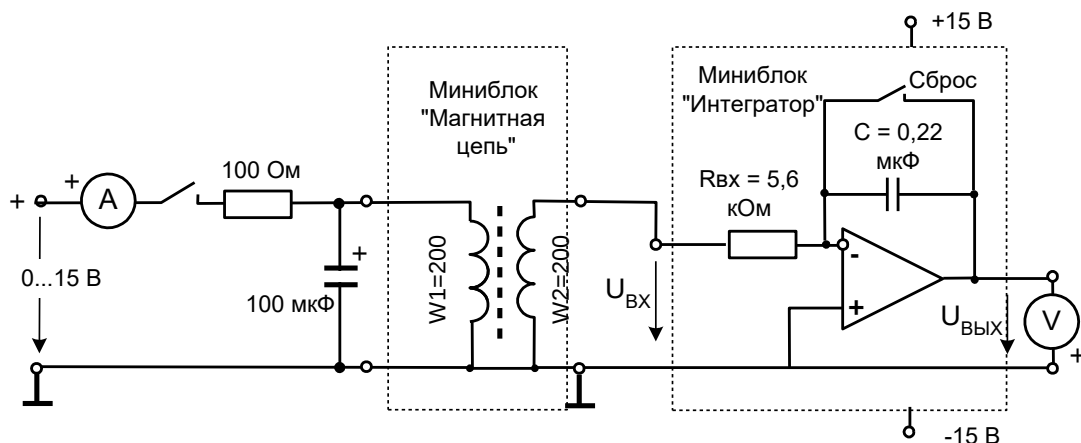
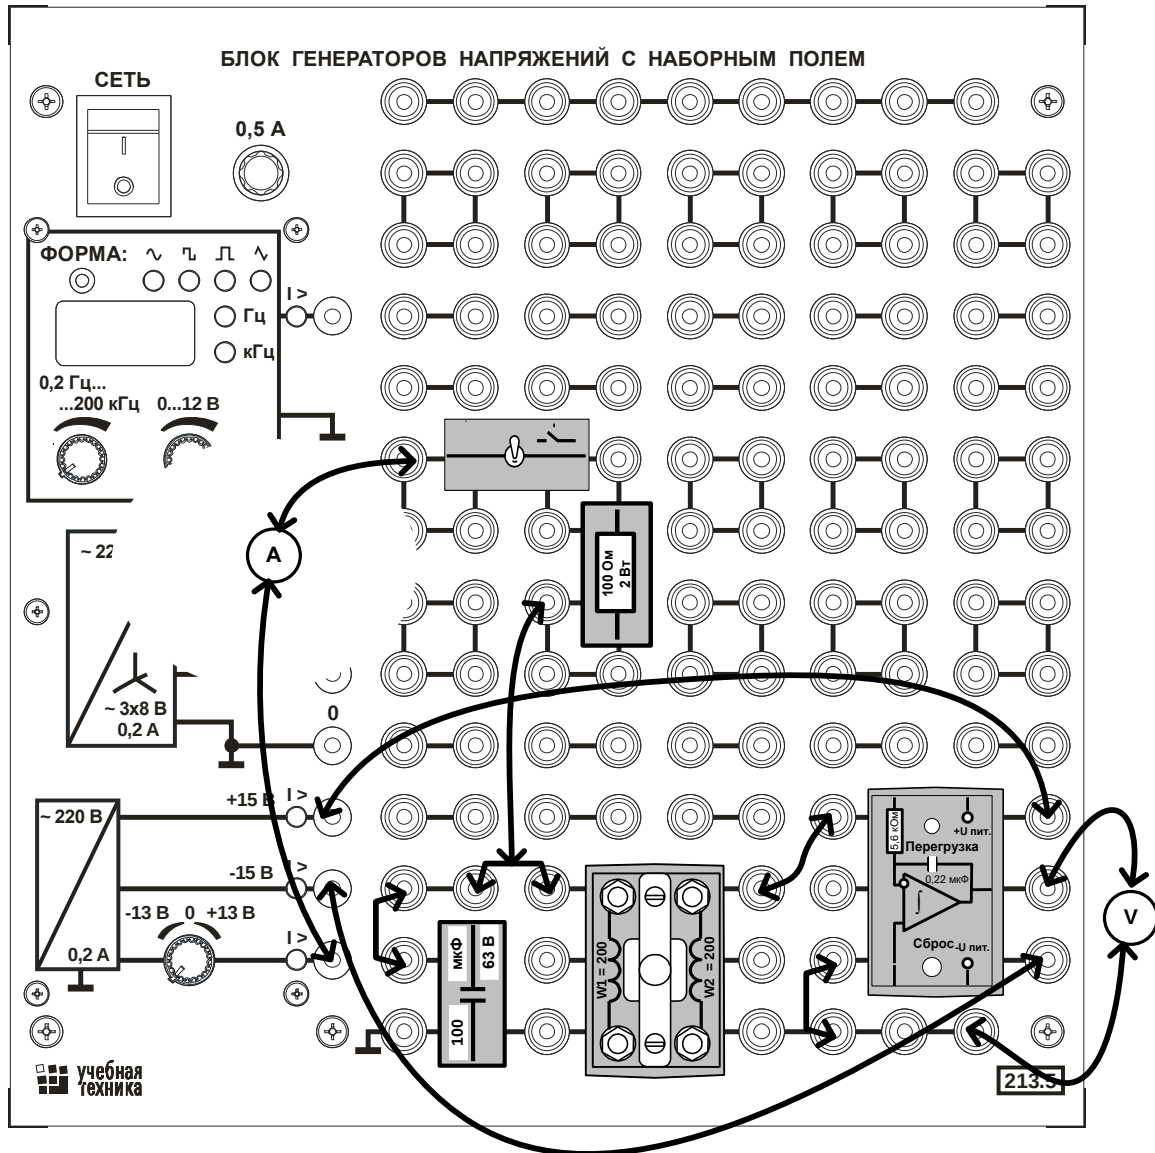

Рис.5.1. Принципиальная схема лабораторной установки.
Рис.5.5. Монтажная схема.
Принципиальная схема лабораторной установки показана на рис. 5.1. Конденсатор 100 мкФ включён параллельно катушке W1 для предотвращения перенапряжений при отключении цепи и более плавного нарастания напряжения при включении.
- Соберите электрическую цепь согласно принципиальной схеме (рис. 5.1) и монтажной схеме (рис. 5.5). Конденсатор 100 мкФ в этой цепи установлен для того, чтобы после отключения цепи в контуре L-C возникали затухающие колебания, и сердечник размагничивался.